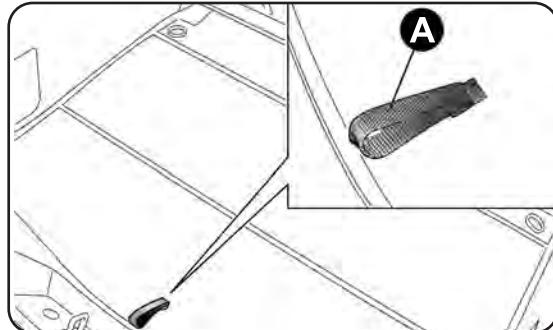
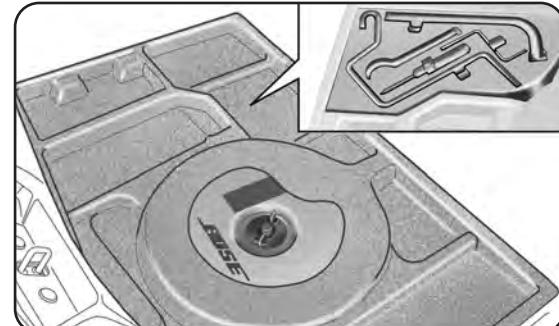
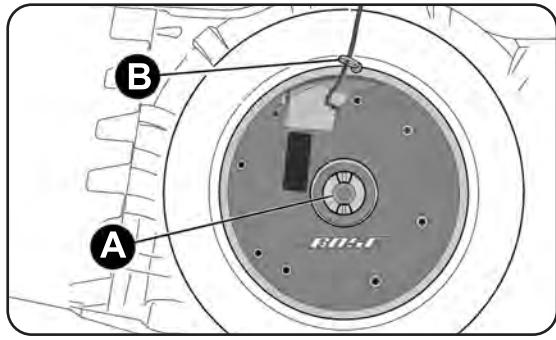

fig. 113
fig. 119
fig. 120
- abra el maletero, tire de la lengüeta A-fig. 113 y levante la alfombrilla;
En estas versiones las herramientas para cambiar la rueda se encuentran en una caja situada en el lado izquierdo del maletero (véase fig. 119). En cambio, el gato se encuentra en un bolsillo situado también en el lado izquierdo del maletero (véase fig. 119a).
- abra el maletero, tire de la lengüeta A-fig. 113, levante la alfombrilla y retire el suplemento fig. 119 del compartimento de carga;
- desenrosque el dispositivo de bloqueo A-fig. 120, retire la ballestilla B de fijación del cable y, a continuación, levante el Subwoofer;
- coloque correctamente el cable del Subwoofer para evitar pelizcarlo. A continuación, enganche la ballestilla B-fig. 120 y apriete el dispositivo de bloqueo A. Coloque correctamente el suplemento fig. 119 del compartimento de carga y baje la alfombrilla del maletero.